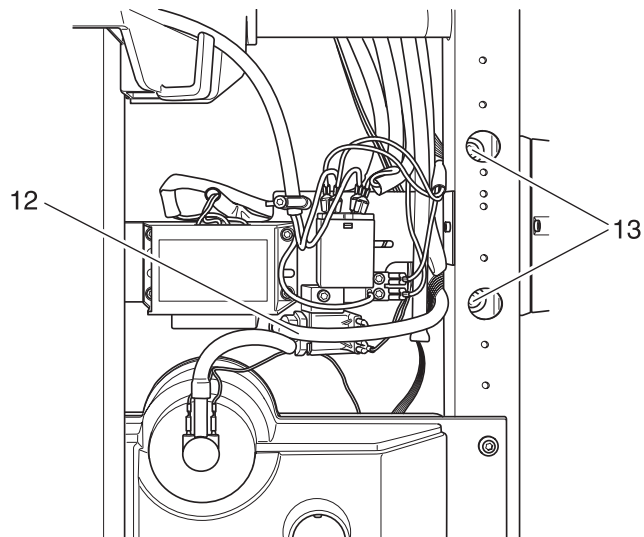

Fig. 13c
- Die Schrauben 13 einsetzen und befestigen (Fig. 13c).